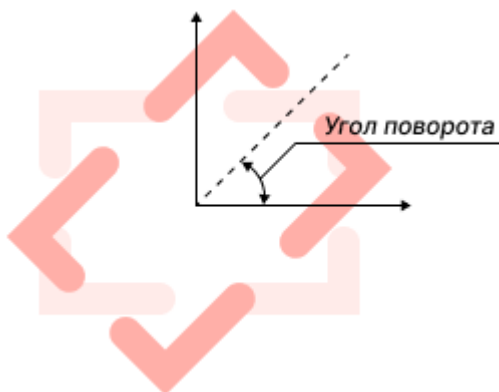

Рис. 218 Поворот апертуры
- Угол поворота – величина угла поворота горизонтальной осевой линии апертуры против часовой стрелки. Значение может быть задано в диапазоне 0 – 359° с шагом 1° , см. Рис. 218.